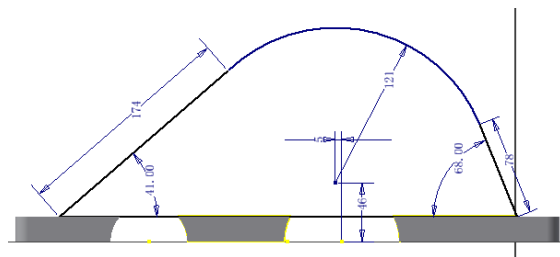

图 9-69 绘制草图图形
①在箱盖零件的长度方向的内侧新建草图，选单击【草图】标签栏【绘图】面板的【直线】工具按钮 ↗ 和【三点圆弧】工具按钮 ↷ ，绘制如图 9-69 所示的草图几何图形，并选择【尺寸】工具对其进行尺寸标注，并修改其尺寸值如图 9-69 中所示。